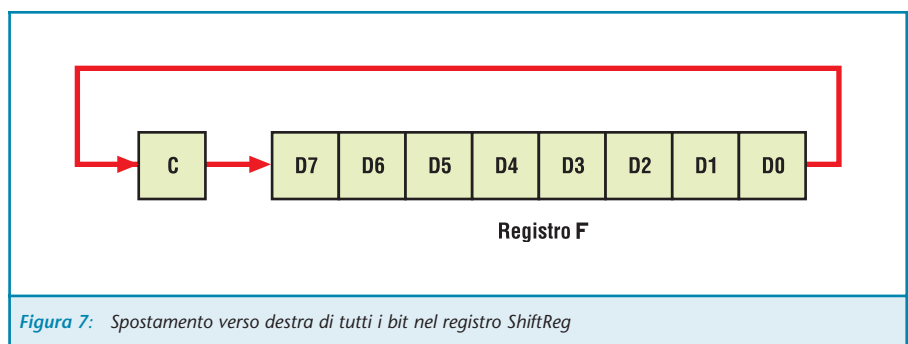

Figura 7: Spostamento verso destra di tutti i bit nel registro ShiftReg
A questo punto legge lo stato della linea RX ed inserisce il valore letto nel flag di CARRY (C) del registro STATUS e quindi effettua una istruzione di **Rotate Right F Trought Carry** (RRF), con il registro ShiftReg, in modo da spostare verso destra tutti i bit ed inserire nel bit più significativo il valore appena letto dalla linea RX, come riportato nella figura 7. Questa lettura avviene per otto volte ad intervalli di tempo pari alla durata di un bit, in modo da campionare il valore della linea RX sempre al centro del bit in ricezione.